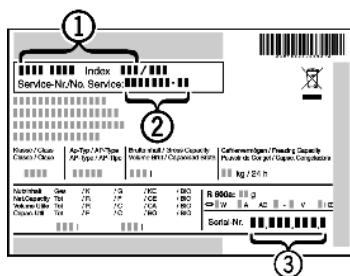

Fig. 18
- ▶ Наименование устройства, Fig. 18 (1), сервисный № Fig. 18 (2) и серийный № Fig. 18 (3) считайте с заводской таблички. Заводская табличка находится внутри устройства слева.
- ▶ Обратитесь в сервисную службу и сообщите вид неисправности, наименование устройства, Fig. 18(1), сервисный № Fig. 18 (2) и серийный № Fig. 18 (3).